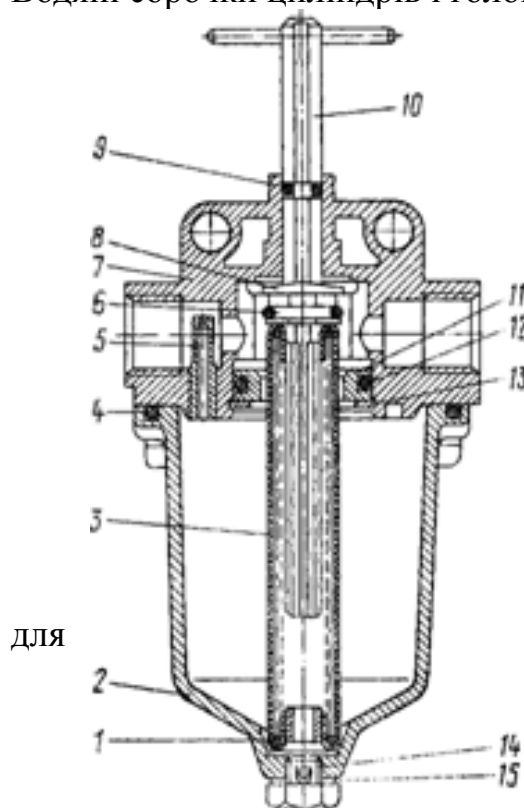

Рис. 5 - Запобіжник від замерзання
10. Запобіжник від замерзання (рис.5) оберігає пневматичну систему від замерзання в ній конденсату в умовах зимової експлуатації автомобіля.